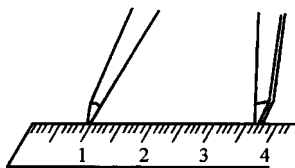

图 1-5 用钢直尺量取尺寸
(2) 量取尺寸 用划规的一个脚尖对齐金属直尺上的某个刻线, 调整另一个脚尖位置, 从金属直尺上量取所需尺寸, 如图 1-5 所示。